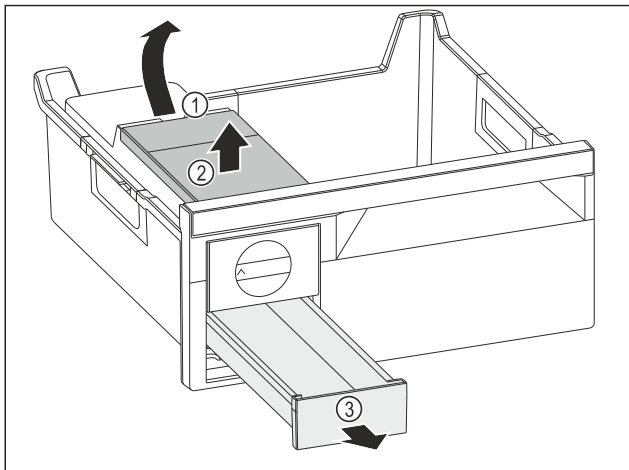

Fig. 75
- ▶ Fjern vanntanken: Løft opp vanntanken i fordypningen Fig. 75 (1).
- ▶ Fjern vanntanken Fig. 75 (2) ovenfra.
- ▶ Fjern isterningsskuff Fig. 75 (3) forfra.